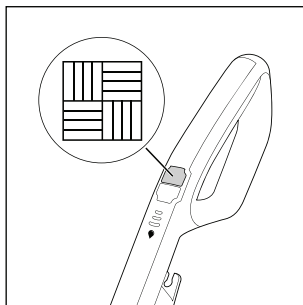

Fig. 13
- ♦ Para encender el aparato, pulse el interruptor de suelos  **14** (consulte la fig. 13). Tras esto, el led del interruptor de suelos  **14** se enciende en azul.
- ♦ Para apagar el aparato, vuelva a pulsar el interruptor de suelos  **14** (consulte la fig. 13).